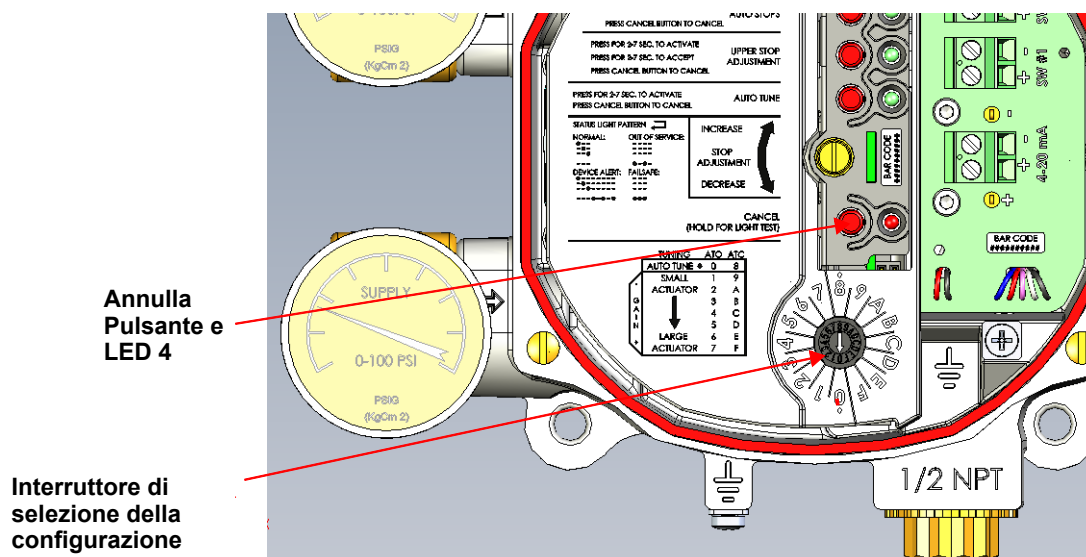

Figura 28 - Interruttore di selezione della configurazione
- Utilizzare l'interruttore del selettore di configurazione per selezionare un valore di messa a punto preimpostato (Figura 28).